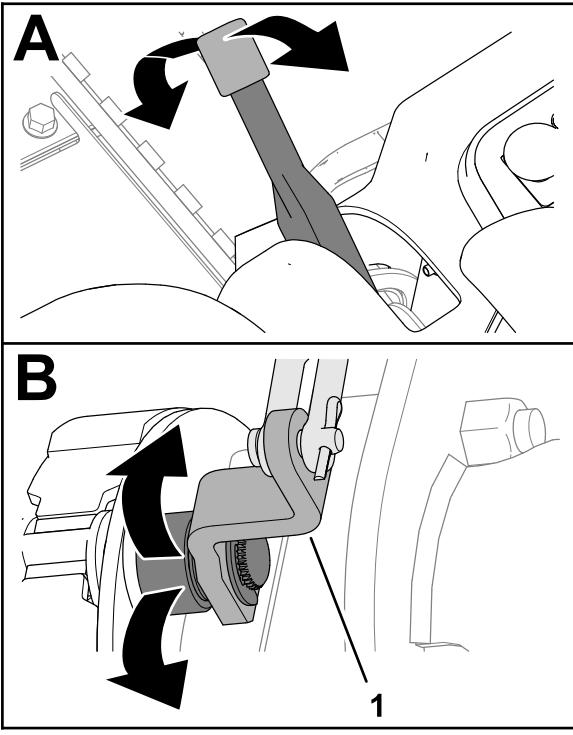

Figure 70
- Levez ou abaissez le levier du frein de stationnement pour vérifier que le levier du levier de came du frein peut bouger librement (Figure 70).